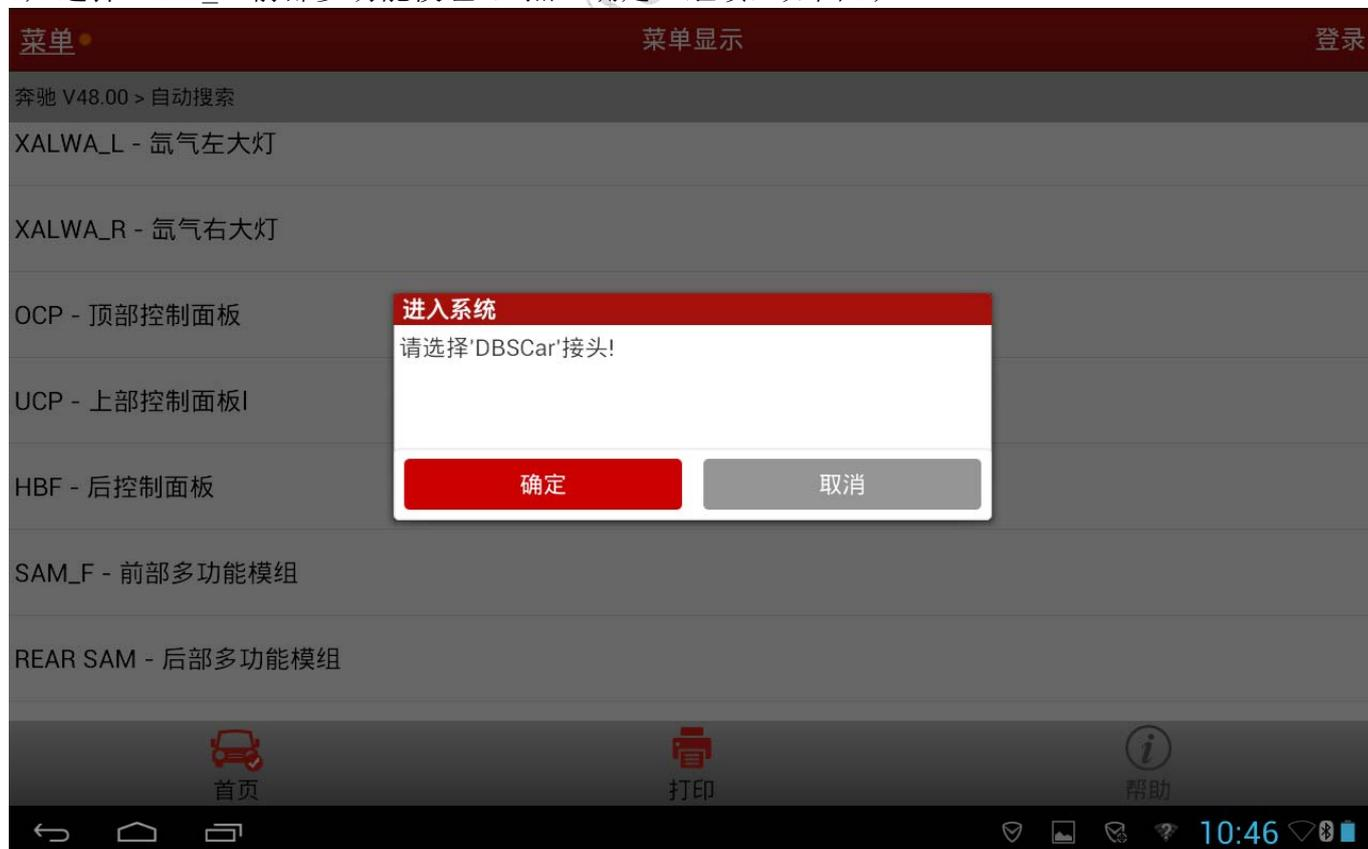

图 3
3). 选择“SAM_F-前部多功能模组”，点“确定”继续，如图 3；